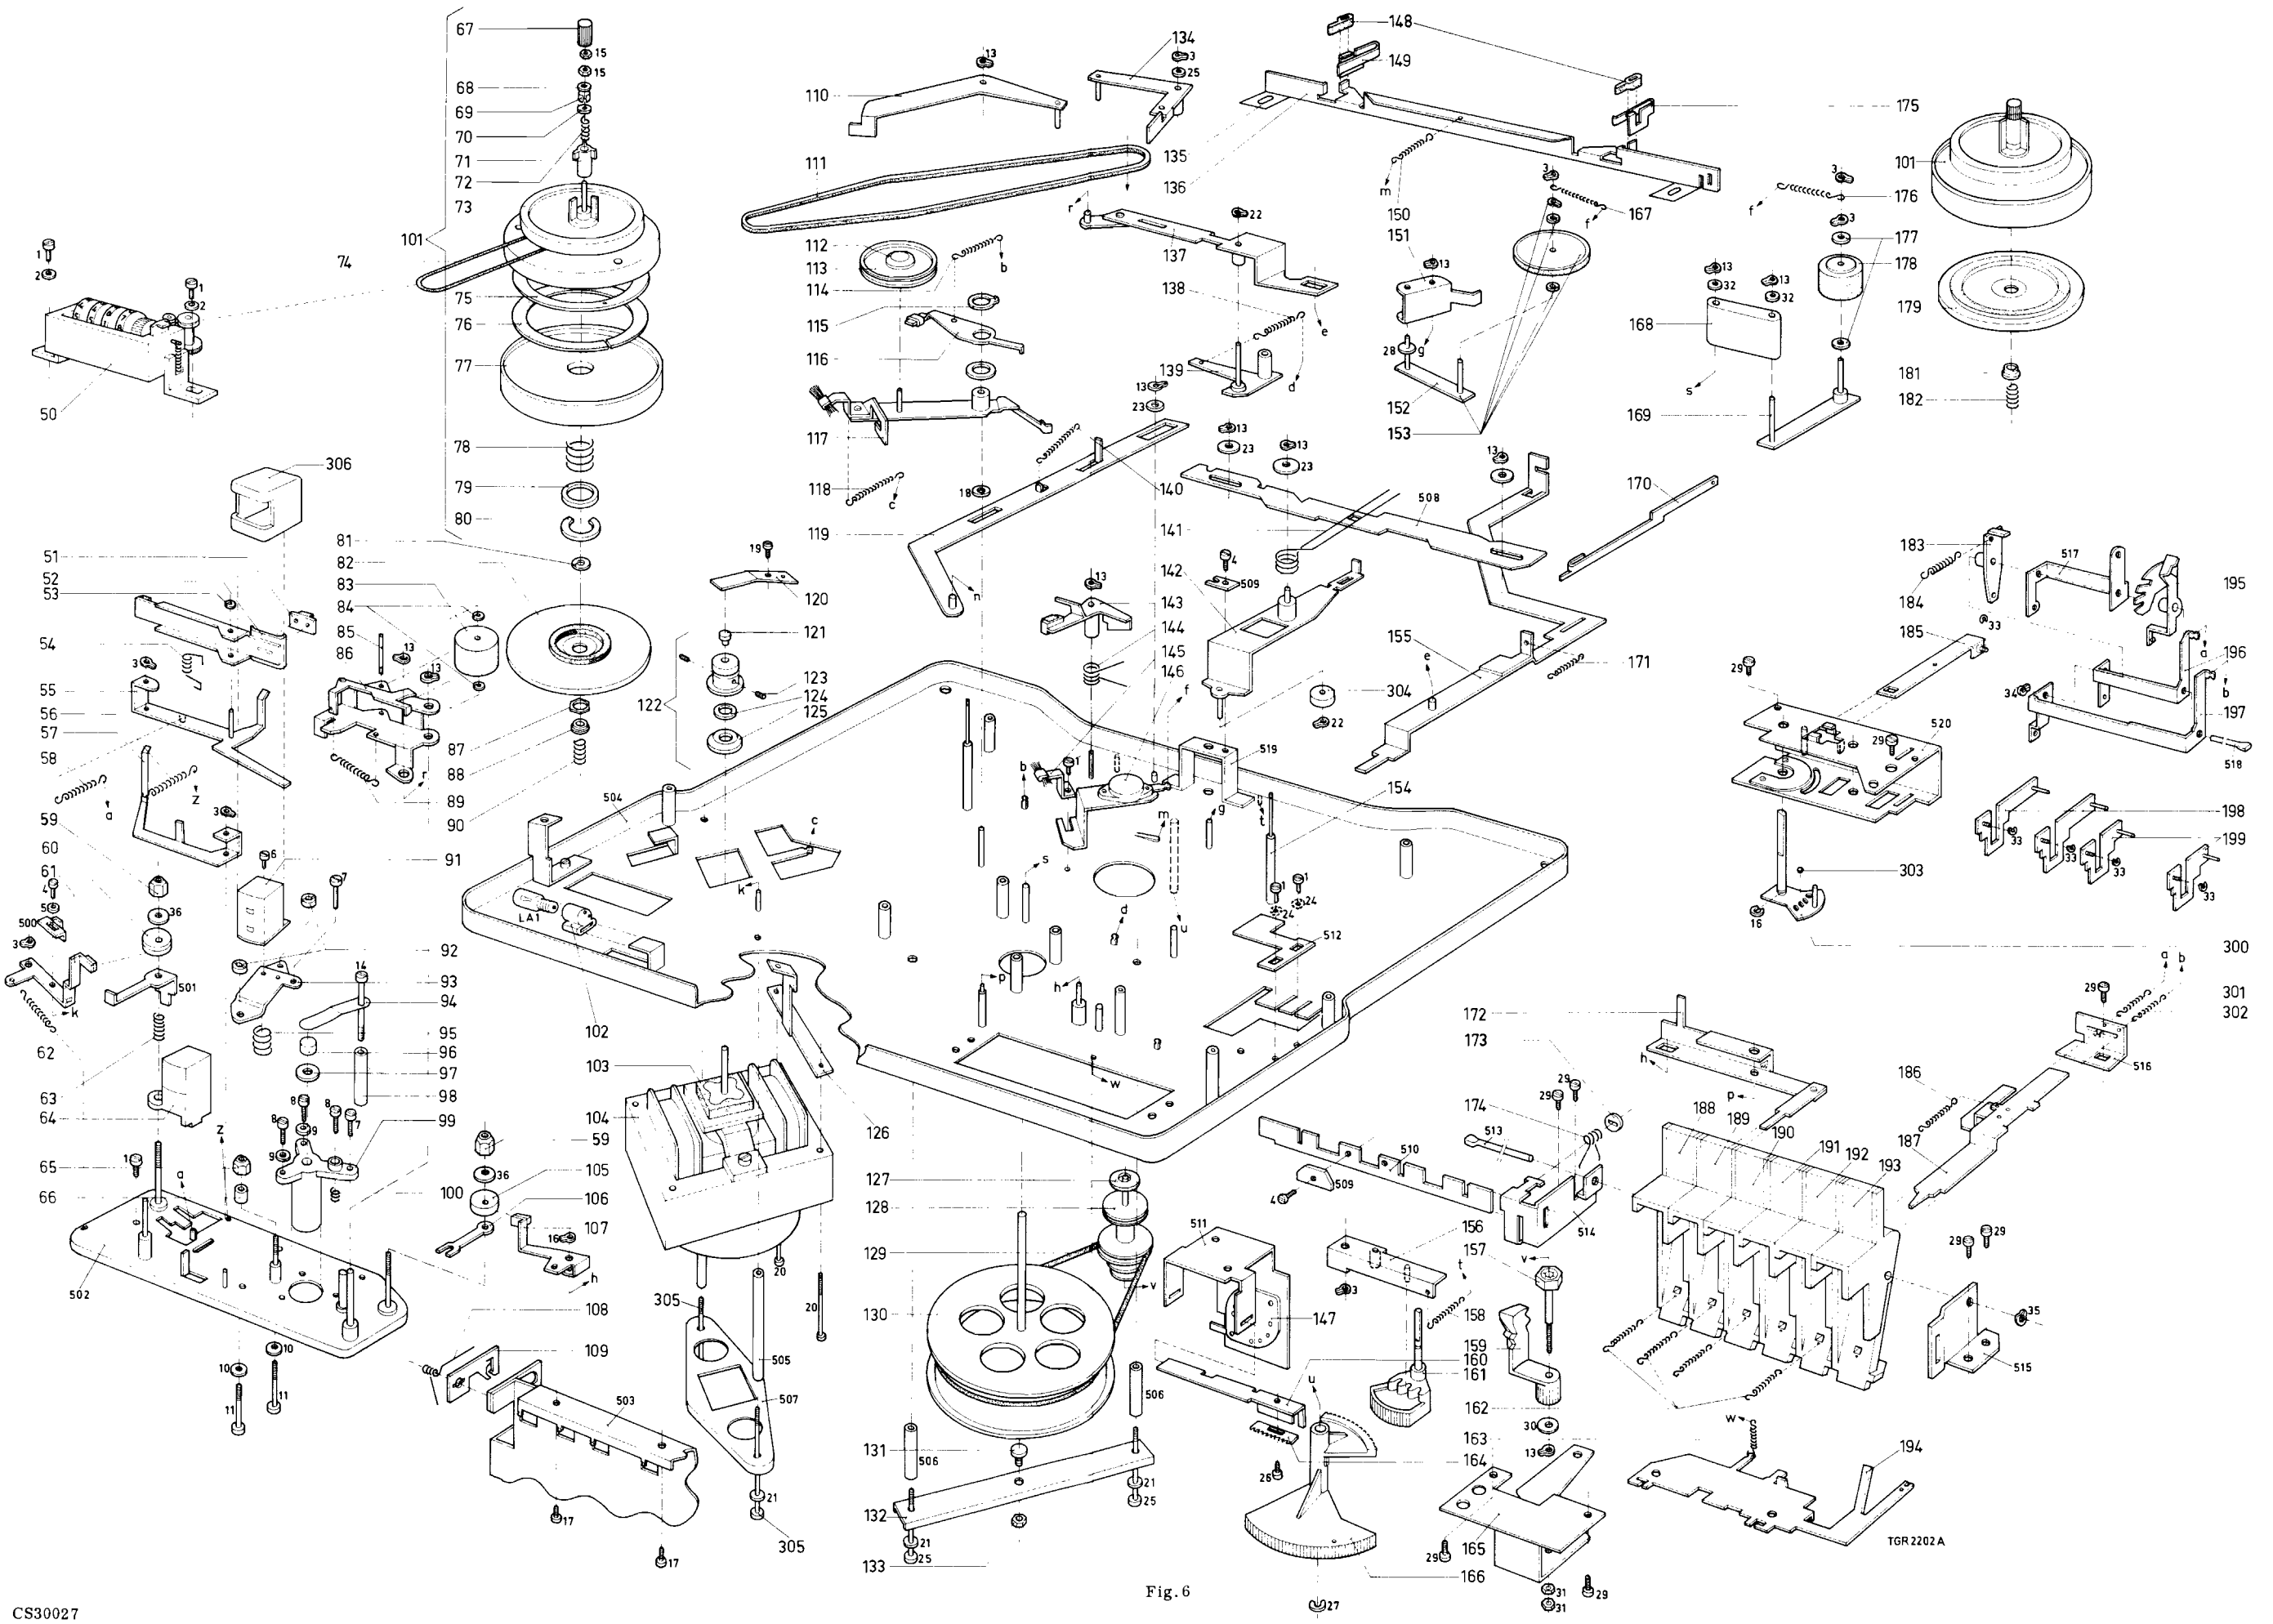

Fig. 6
Schoonmaken met borsteltje, fig. 6
SMEERVOORSCHRIFT, fig. 6
Vervangen van de aandrijfsnaar, pos. 111, fig. 6 en fig. 7
- . Verwijder bladveer, pos. 120 en beugel, pos. 110.
- . Verwijder draadveer, pos. 167 en draadveer, pos. 176.
Vervangen van de aandrijfsnaar, pos. 129, fig. 6 en fig. 17
- . Maak de vliegwielbeugel, pos. 132 los en verwijder de snaar van het vliegwiel.
- . Maak de klemring, pos. 27 los.
- . Verwijder nu de moer, pos. 59, bandgeleider, pos. 60, beugel, pos. 501 en veer, pos. 63.
Vervangen van het vliegwiel, pos. 130, fig. 6
- . Draai de 2 schroeven, pos. 25 los en verwijder dan lager- beugel, pos. 132.
N.B. Na hermontage van het vliegwiel moet de toonas van het vliegwiel ontvet worden. Let erop dat de afdichtring, pos. 97 tevens gemonteerd wordt.
Vervangen van de bedieningstoetsen, fig. 6
Instellen van de bedieningstoetsenunit, fig. 6
Instellen van de snelheidsomschakelaar, zie fig. 6, fig. 16
Instellen van de hoogte van de spoelschotels, zie fig. 17, fig. 6
Instellen van de bandsnelheid, fig. 6
- . Het aandrijfwiel, pos. 153, moet nu met een kracht van 400 gr. tussen de frictieschijf, pos. 179, en de poelie, pos. 128 getrokken worden.
Aandrukveer, pos. 120, op de motorpoelie, zie fig. 6